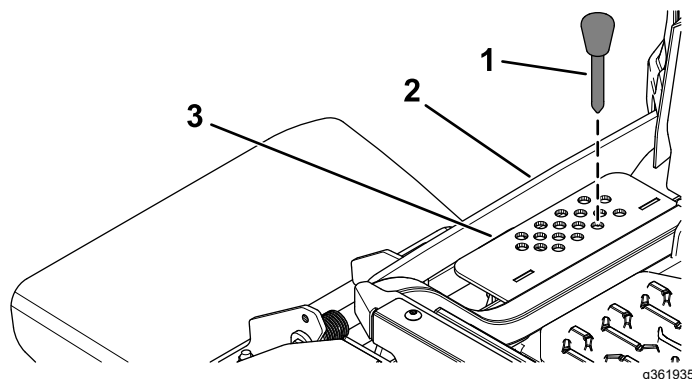

Figure 32
2. Insérez l'axe dans le trou du support correspondant à la hauteur de coupe voulue (Figure 32).
3. Appuyez sur la commande de levage du tablier jusqu'à ce que la tringlerie de hauteur de coupe touche légèrement la goupille de hauteur de coupe (Figure 32).